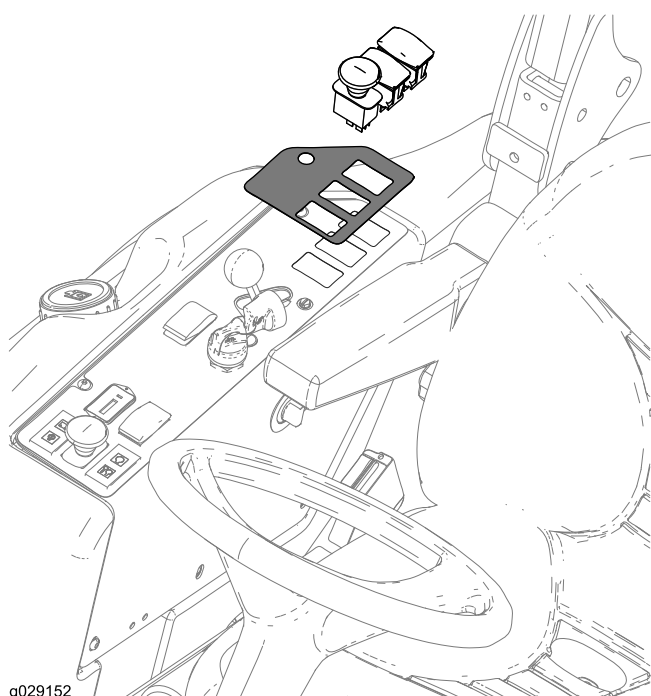

図 20
1. コントロールパネル上の、スイッチを取り付ける場所の裏側に付いているタブ3枚を取り除く 図 20。
2. コントロールパネルに貼ってあるデカルに同じ穴を開ける 図 20。
3. 図 20 のようにデカルとスイッチを取り付ける。